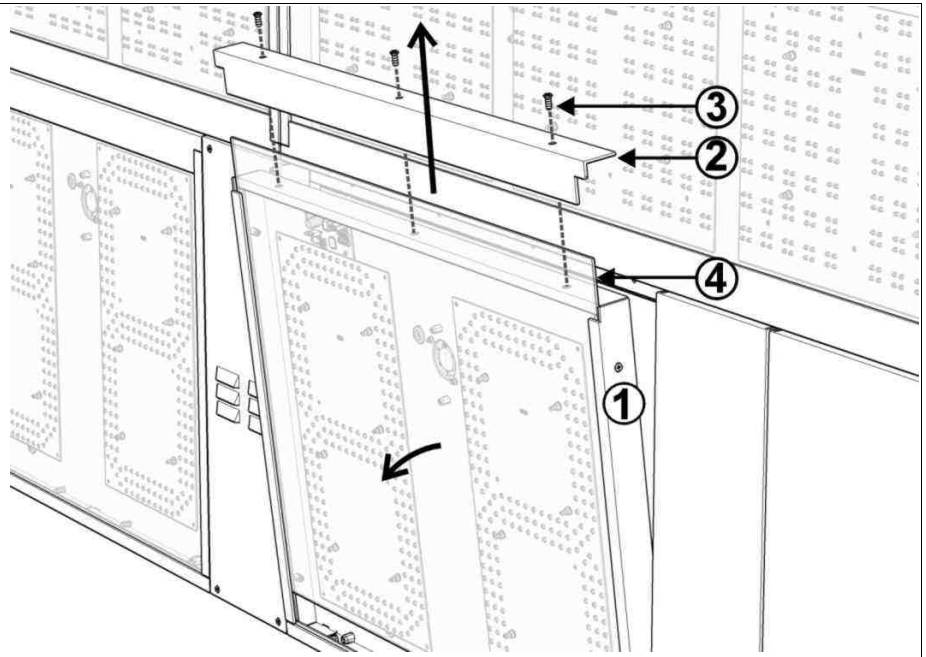

Abb. 21: Abschlussprofil des durchsichtigen Panels
- b) das Modul leicht nach vorne schieben, bis die Befestigungsschrauben des oberen Sperrprofils des durchsichtigen Frontpanels hervortreten (Abb. 21).
3. Die Befestigungsschrauben abschrauben das obere Profil, welches das durchsichtige Panel blockiert, entfernen (Abb. 21).